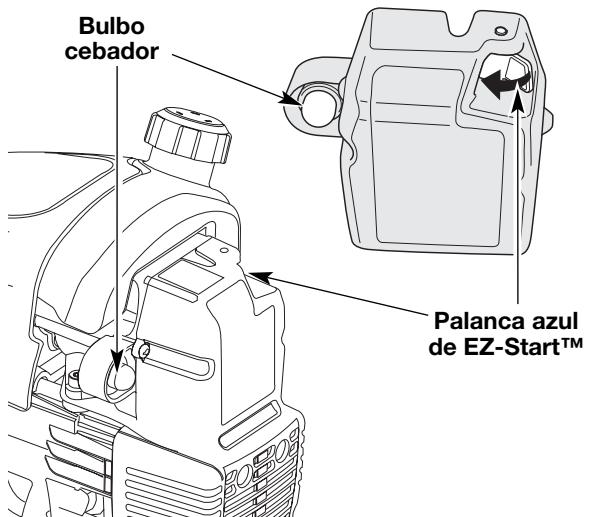

Fig. 17
2. Oprima completamente el cebador y suéltole 10 veces. Hágalo lentamente. Se deberá ver un poco de **combustible en el cebador** y en las tuberías de alimentación de combustible (Fig. 17). Si no puede ver el combustible en el cebador, oprímalos y suéltoles tantas veces como sea necesario hasta que vea combustible en el mismo.
3. **Empuje la Palanca azul de EZ-Start™ hacia la primera bombilla** hasta que haga un clic y quede trabada en su lugar (Fig. 17).